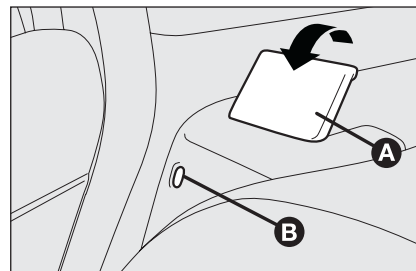

fig. 92
Soulever les dossiers en les poussant en arrière jusqu'à percevoir le déclic de blocage des deux mécanismes d'ancrage, en vérifiant visuellement la disparition de la "bande rouge" **B-fig. 92** présente près des leviers **A**.
*S'assurer que le dossier soit correctement accroché sur les deux côtés ("bandes rouges" **B-fig. 92** non visibles) pour éviter qu'en cas de freinage brusque, le dossier ne puisse se projeter en avant et provoquer ainsi des blessures aux passagers.*